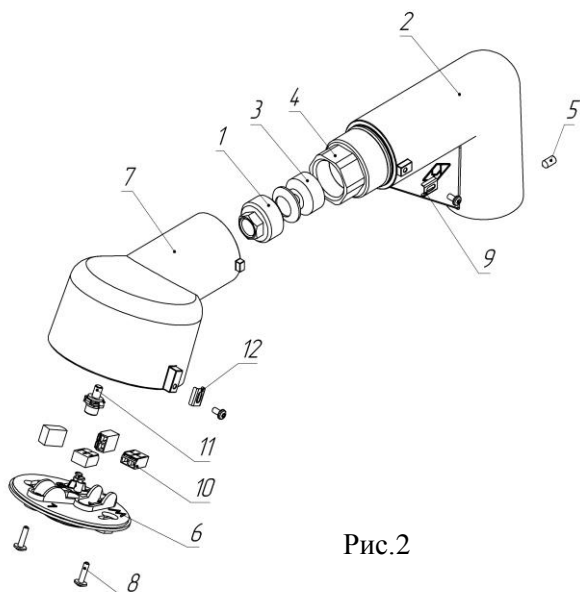

Рис.2
7.6.3 Для монтажа на стойку 1½" NPT под углом 25° (Тип крепления SA) (рис.2).